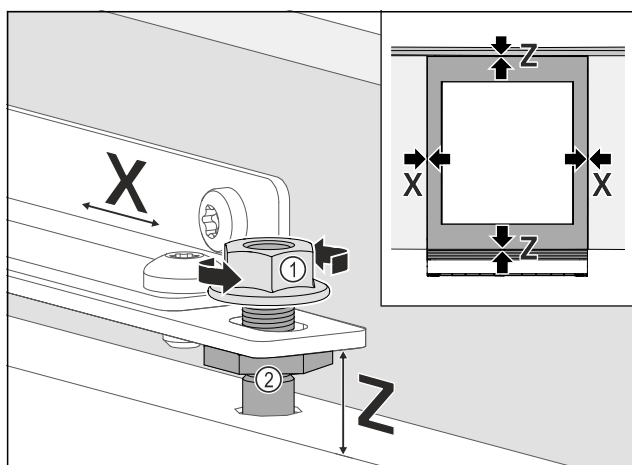

Fig. 76
- ▶ Выравнивание бокового положения мебельной двери: отпустите контргайку Fig. 76 (1), сдвиньте мебельную дверь в направлении X.
- ▶ Затяните контргайки Fig. 76 (1).
- ▶ Выровняйте мебельную дверь по высоте Z и боковому наклону: Отрегулируйте регулировочные болты Fig. 76 (2).